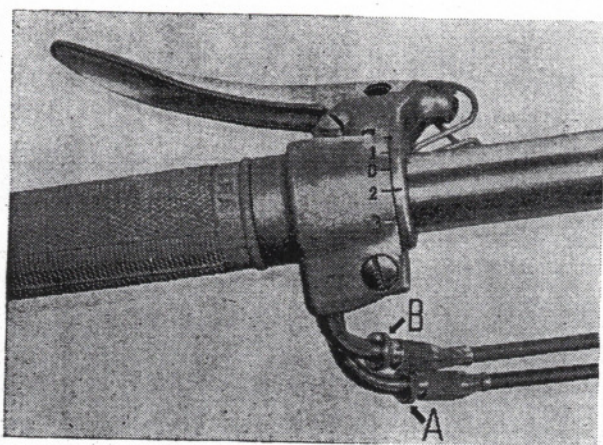

Abb. 120 Stellschrauben A und B des Schaltseilzuges
2. Dieser Schaltvorgang wird nach entsprechendem Einstellen des **Schaltzuges A** (siehe Abb. 120) am Drehgriff so oft wiederholt, bis der 2. Gang von der Leerlaufstellung aus sicher einrastet.
4. Hierbei muß der **Schaltzug B** so eingestellt werden, daß der 2. Gang vom 3. Gang her (beim Zurückschalten) sicher einrastet. (Siehe auch Abb. 120)